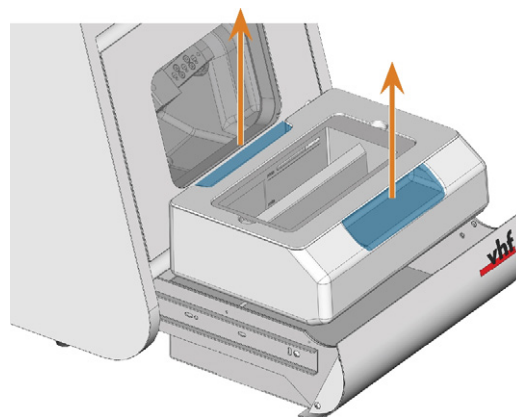

РИС. 30 – СНЯТИЕ БАКА ОХЛАЖДАЮЩЕЙ ЖИДКОСТИ ИЗ ЯЩИКА ОХЛАЖДАЮЩЕЙ ЖИДКОСТИ
5. Вытяните бак для охлаждающей жидкости из ящика в направлении, указанном стрелкой (☞ Рис. 30 - см. Ниже).